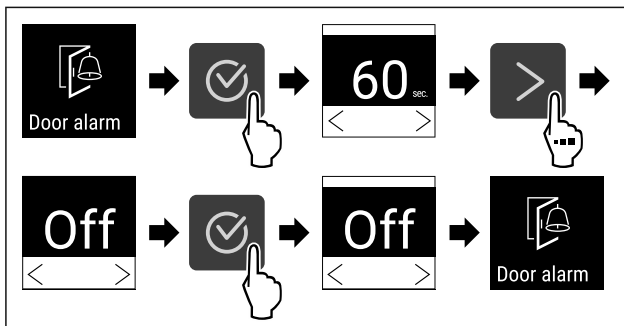

Fig. 89
- ▶ Følg anvisningene (se Fig. 89) .